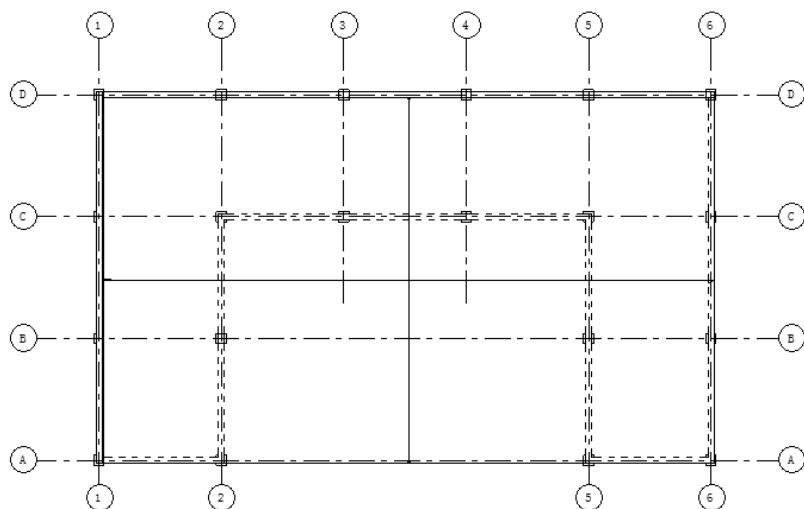

图 11-26 更改楼板
(5) 单击“模式”面板中的“完成编辑模式”按钮, 完成结构楼板的更改, 如图 11-26 所示。注意图形中跨方向符号也随之更改。